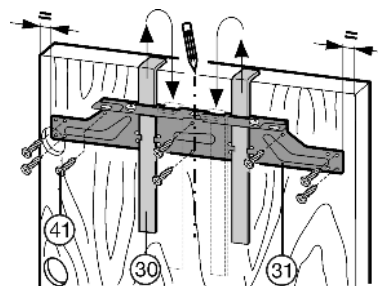

Fig. 21
- ▶ Открутите крепежную поперечину Fig. 21 (31) с помощью контргаек Fig. 21 (32).
- ▶ Навесьте крепежную поперечину Fig. 21 (31) с монтажными вспомогательными элементами Fig. 21 (30) на внутреннюю сторону мебельной дверцы.
- ▶ Выравнивание крепежной поперечины Fig. 21 (31) по центру: начертите короткую центральную линию на мебельной дверце, совместите с ней острие стрелки поперечины.
- ▶ Прикрутите крепежную поперечину Fig. 21 (31) по меньшей мере 6 винтами Fig. 21 (41).
- ▶ Прикрутите крепежную поперечину Fig. 21 (31) 4 винтами Fig. 21 (41) по краю.
- ▶ Вытяните вверх монтажные приспособления Fig. 21 (30) и, развернув, вставьте их в расположенные рядом приемные отверстия.